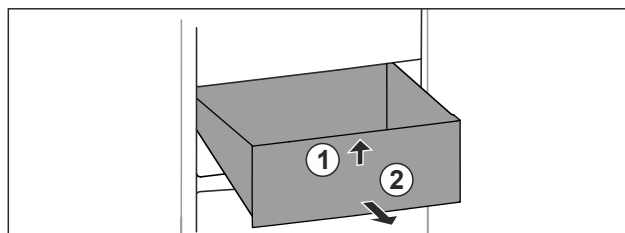

Fig. 114
- Sollevare il cassetto dal davanti. Fig. 114 (1)
- Rimuovere il cassetto tirandolo in avanti. Fig. 114 (2)